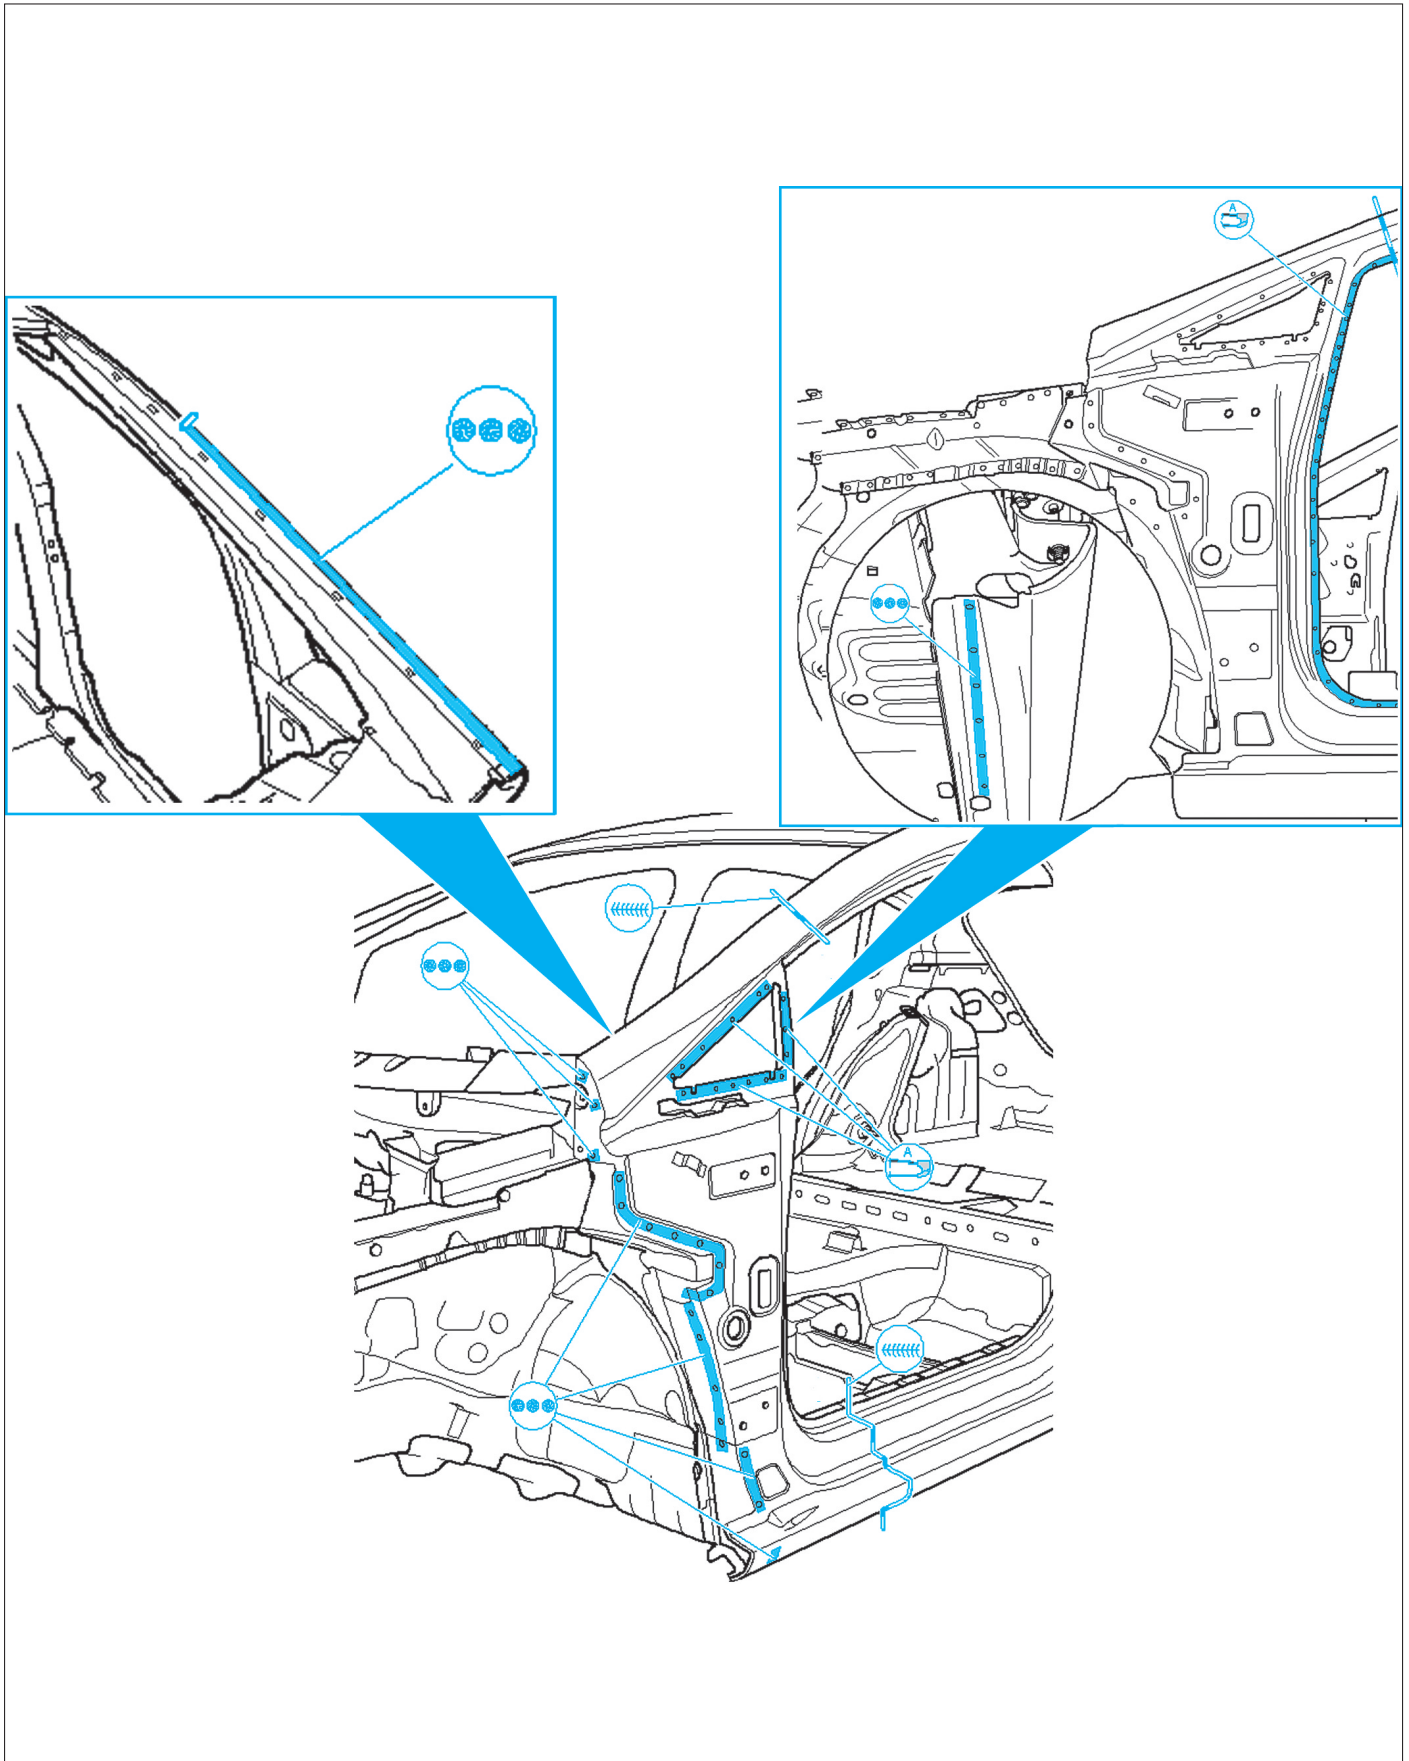

FIG. 31
- Effectuer les soudures correspondantes (Fig.31).